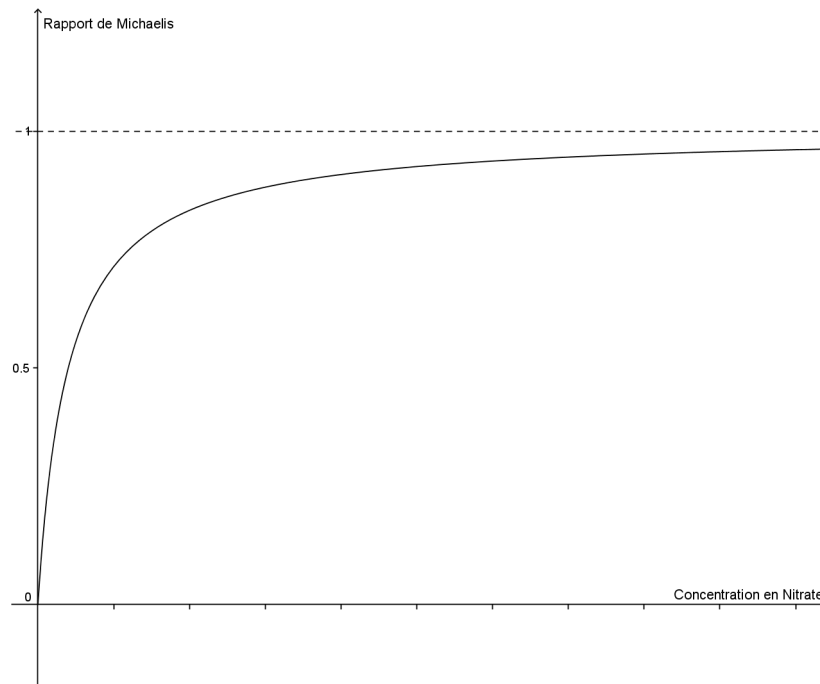

FIGURE 3 – Allure du rapport de Michaelis.
- $k(C)$ est le coefficient correspondant à la dépendance à la concentration en nitrate donné par le rapport de Michaelis (représenté sur la figure 3).